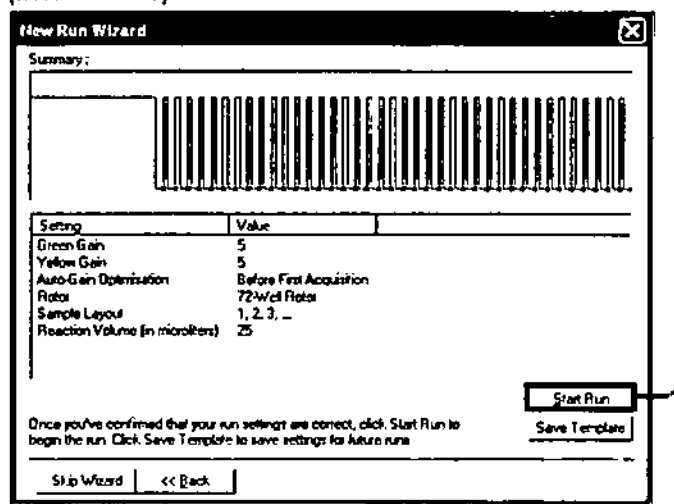

Ilustración 13. Inicio de la serie
Inicio de la serie	Ilustración 13
17. Compruebe el resumen y haga clic en "Start Run" (Iniciar la serie) para guardar el archivo de análisis y comenzar la serie (Ilustración 13).